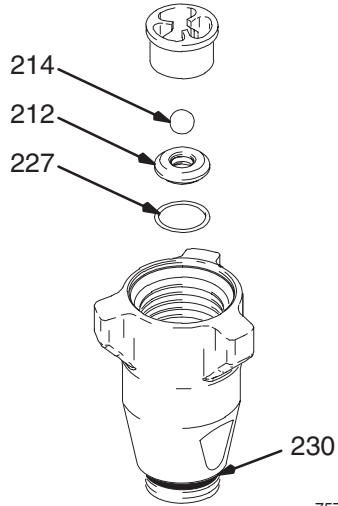

Abb. 23
Abb. 23. Einlassventil mit neuen O-Ringen (227) und (230), Sitz (212) und Kugel (214) wieder zusammenbauen. Der Sitz kann gedreht und auf der anderen Seite nochmals verwendet werden. Sitz gründlich reinigen.